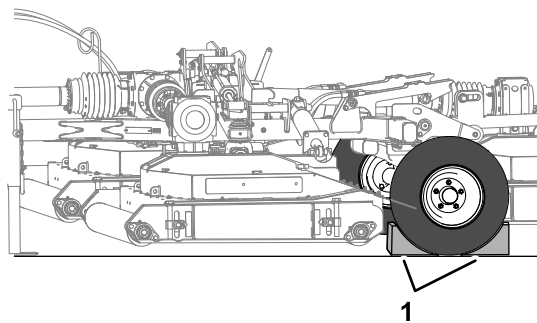

Figura 24
7. Fissate entrambi i pneumatici del tosaerba con zeppe (Figura 24).